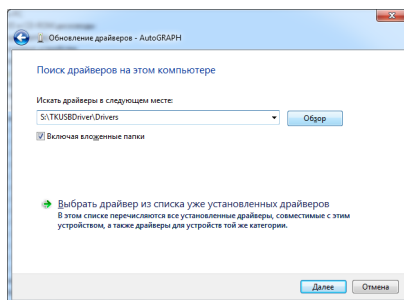

Рис.2.
В комплекте с устройством поставляется специальный держатель, при помощи которого карта может быть установлена в считыватель. Держатель крепится к задней крышке корпуса устройства при помощи двух винтов (см. рис. 2а).
Рис.2а – Установка держателя устройства «CardReader-RFID».
5. Укажите путь к папке, в которую ранее были распакованы файлы драйвера и нажмите кнопку «Далее» (рис.2).